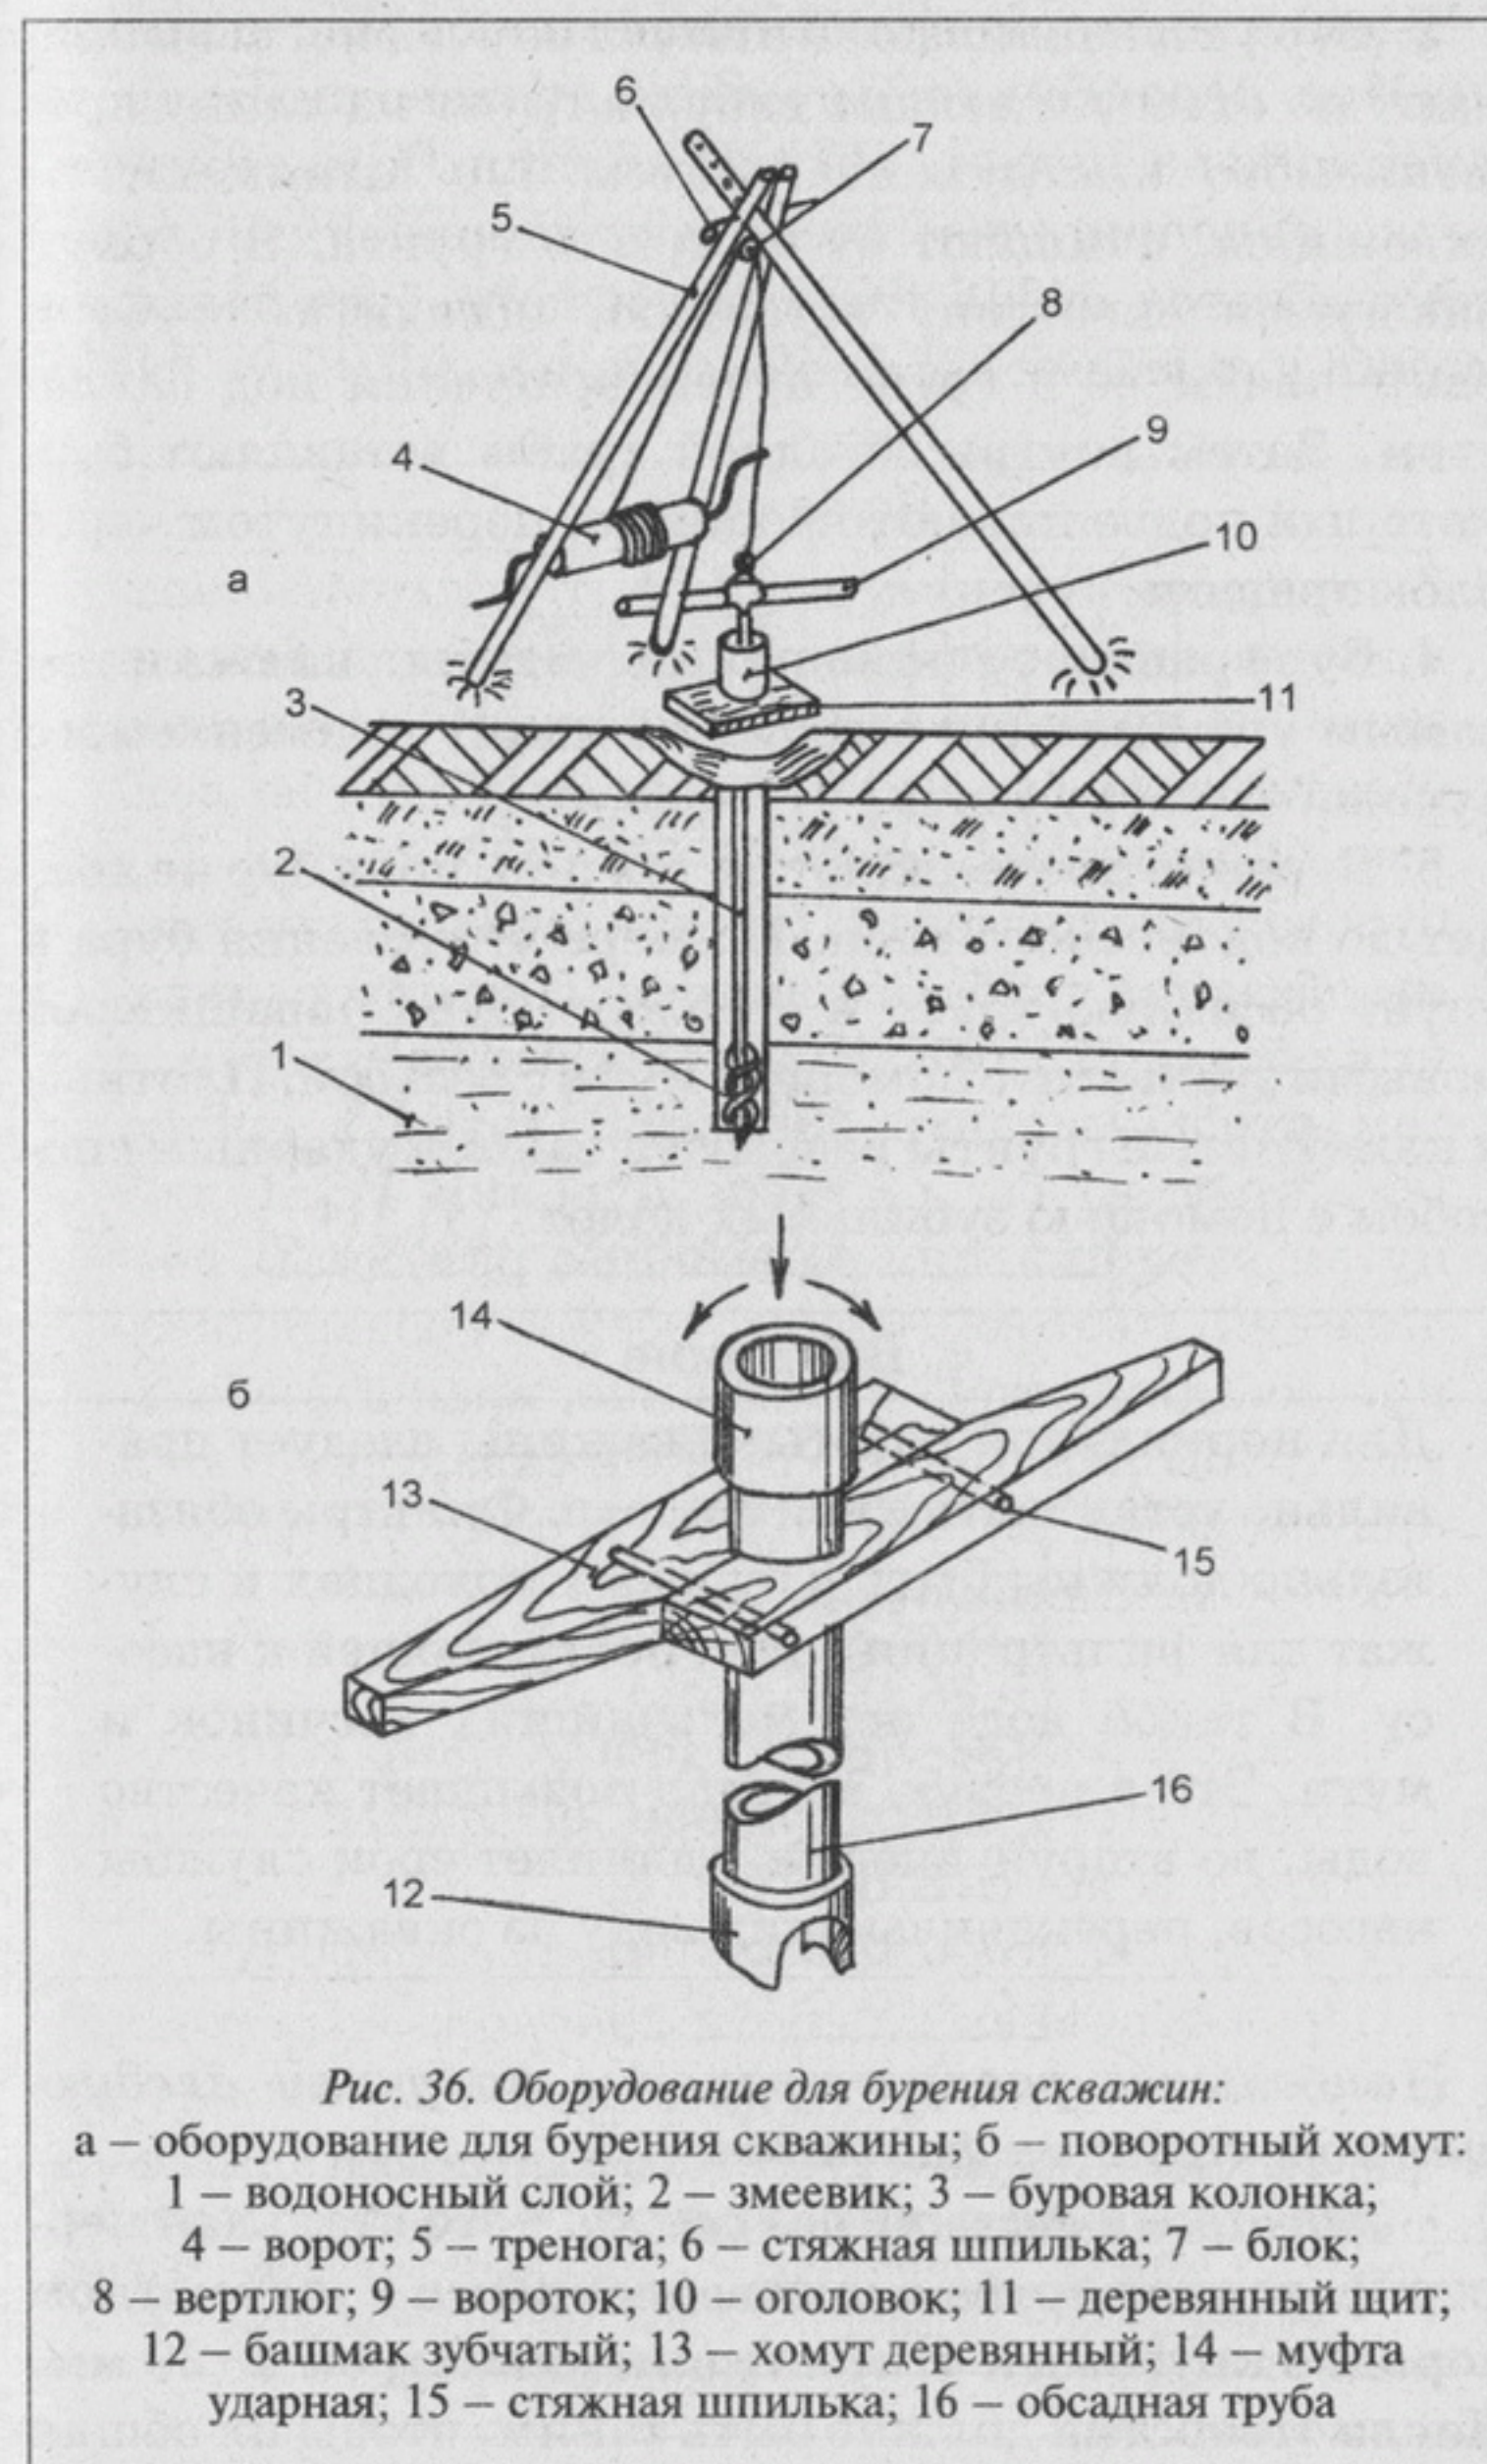

Рис. 36. Оборудование для бурения скважин:
2. Над доской устанавливают треногу из толстых жердей или бревен с прикрепленным к ее вершине блоком (рис. 36).